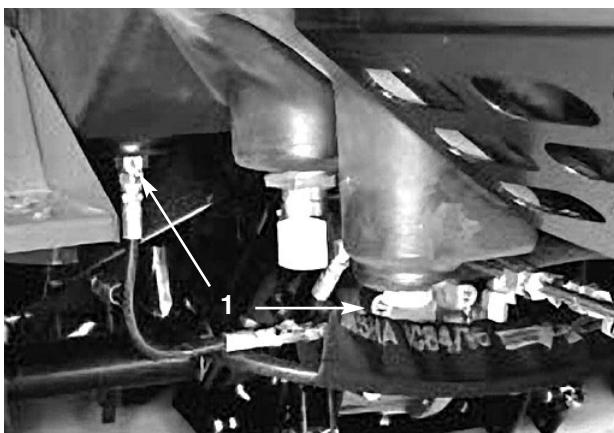

Figure 47
2. Retirez le bouchon de vidange à l'arrière du réservoir, débranchez la conduite hydraulique à l'avant du réservoir (Fig. 47) et laissez l'huile s'écouler dans un bac de vidange. Revissez le bouchon de vidange et rebranchez la conduite lorsque toute l'huile s'est écoulée.